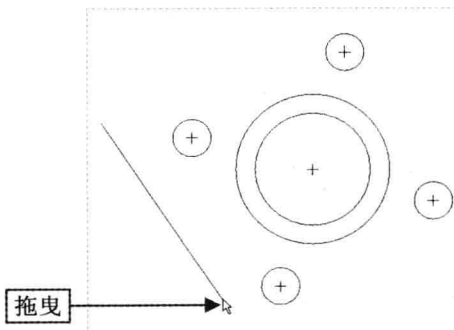

图 2-36 拖曳鼠标
Step 03 在绘图区中左上方合适的位置处单击鼠标左键，确定斜矩形的第一点，向下拖曳鼠标，如图 2-36 所示。